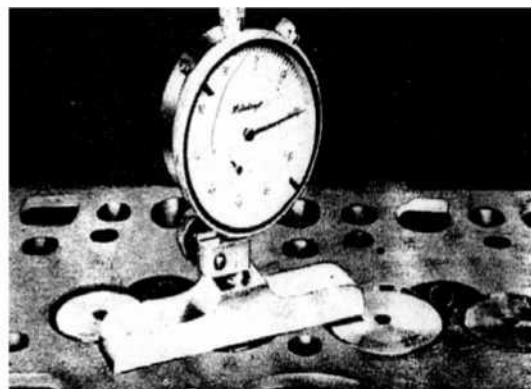

РИС. 71
- 4) После шлифовки плоскости разъёма, измерьте расстояние между головкой клапана и разделяющей плоскостью. Еще раз, если требуется, обработайте седла клапанов (рис. 71).